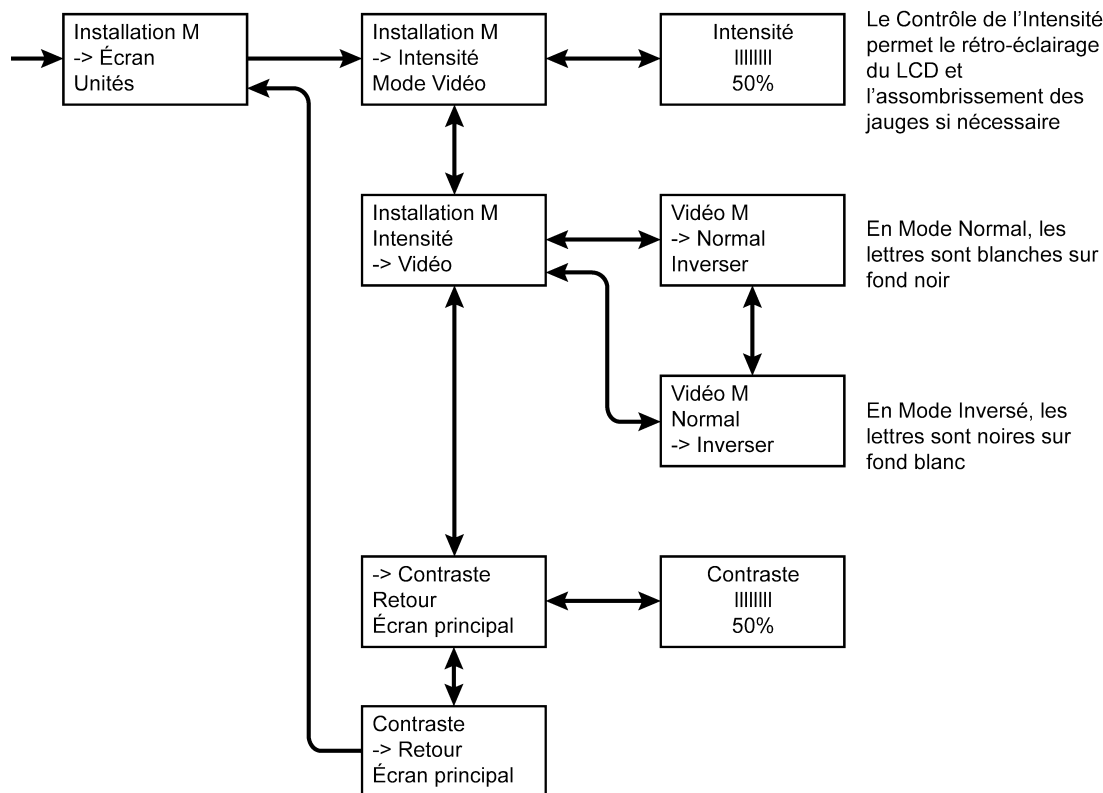

Figure 7
4. Utilisez les boutons DOWN ou UP pour surligner et le bouton ENTER pour sélectionner les paramètres d'affichage désirés. **Voir la Figure 7..**